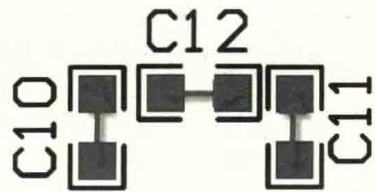

图 10-21 丝印位号显示方向
- (1) 丝印位号不上阻焊，放置丝印生产之后缺失。
- (2) 丝印位号清晰，字号推荐字宽 / 字高尺寸为 4 / 25mil、5 / 30mil、6 / 45mil。
- (3) 保持方向统一性，一般一块 PCB 上不要超过两个方向摆放，推荐字母在左或在下，如图 10-21 所示。